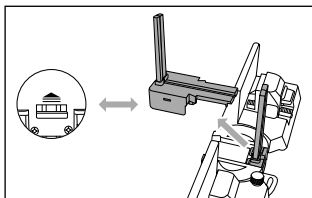

Fig. 7
- ◆ Sujete el producto con la parte superior orientada hacia arriba y presione la palanca de bloqueo **11** en la dirección marcada por la flecha ➡ para desmontar el elemento guía para el corte B **10** (consulte la fig. 7).
- ◆ Desmonte el elemento guía para el corte A **9** (consulte la fig. 7).